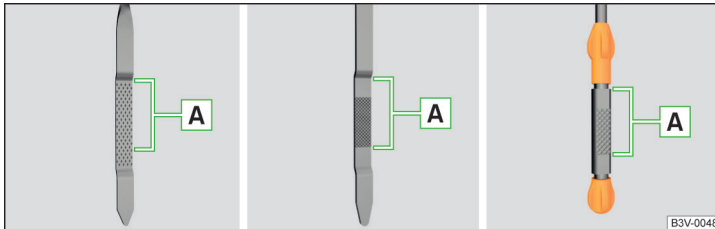

Abb. 234 Ölmessstabvarianten
Der Ölstand muss im Bereich **A** liegen » Abb. 234. Liegt der Ölstand unterhalb des Bereichs **A**, das Öl nachfüllen.
- Der Ölstand darf keinesfalls außerhalb des Bereichs **A** liegen » Abb. 234 - anderenfalls besteht die Gefahr der Beschädigung des Motors sowie der Abgasanlage.